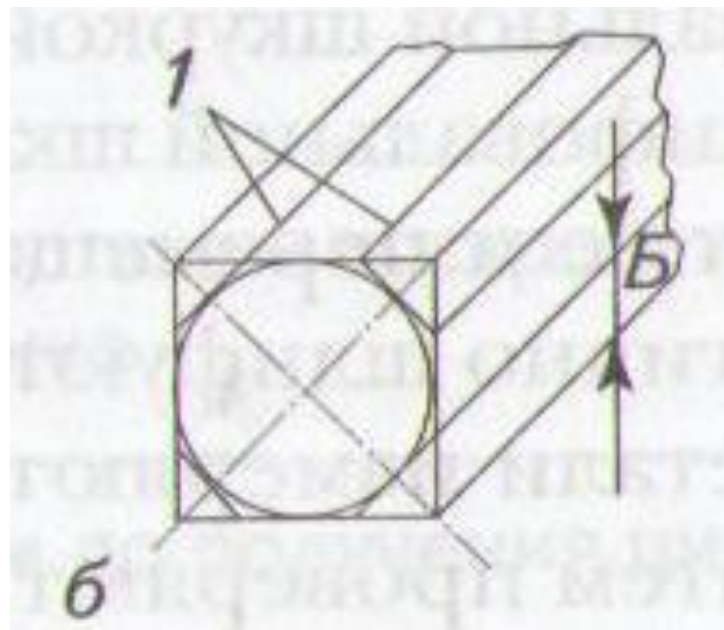

Рис. 1, б
- Перед изготовлением детали круглого сечения из бруска производят ее разметку. Для этого на торцах заготовки пересечением диагоналей находят центр и циркулем описывают вокруг него окружность радиусом, равным  $0,5$  диаметра заготовки (рис. 1,б)